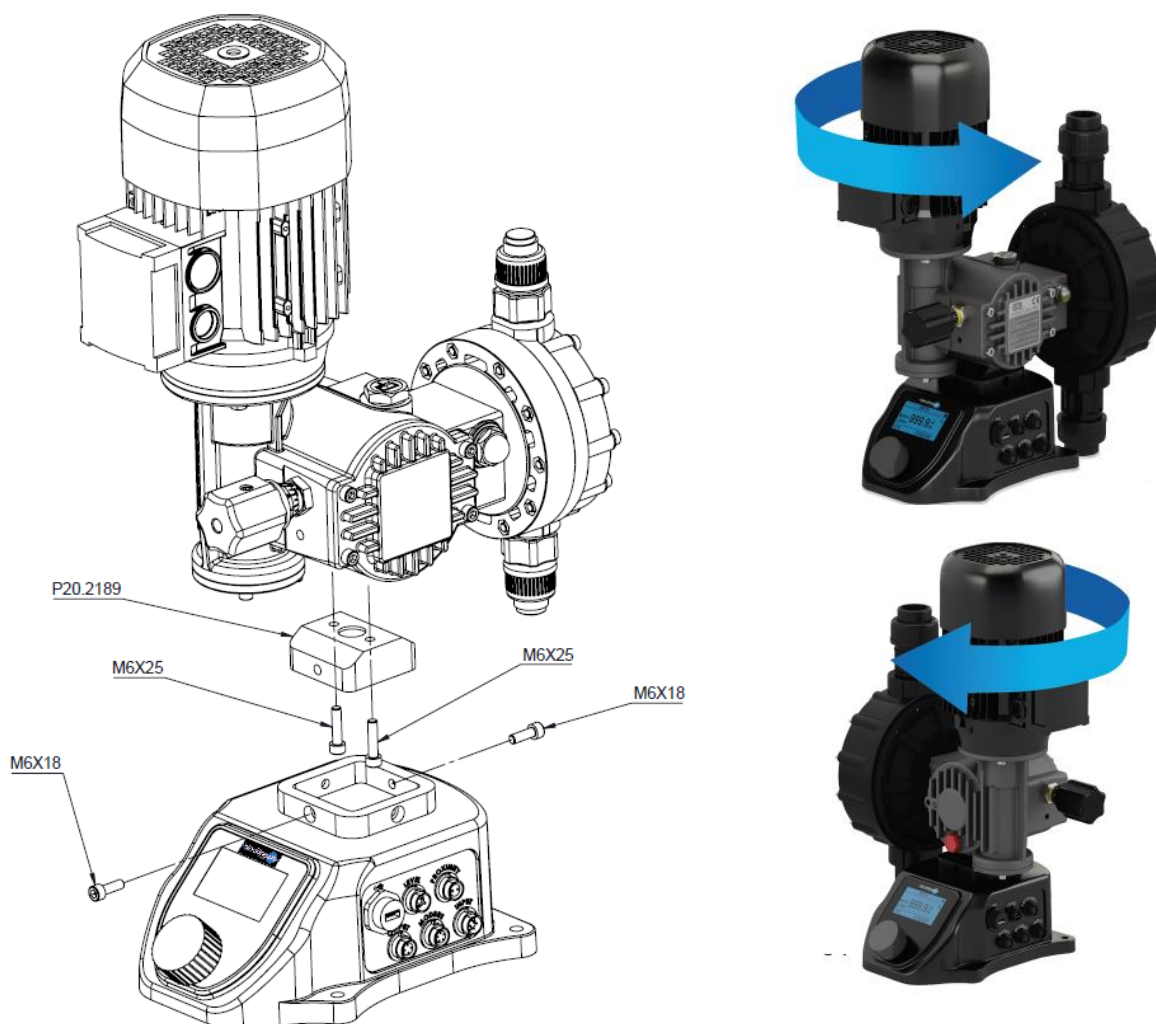

Рисунок 1. Установка «КИТ» (KIT)
Насосы Black Line 2.0, в исполнениях М и R, могут быть установлены на KIT-PRO, как показано на рисунке (Рисунок 1).
4. Выполните монтаж соединения P20.2189 (Рисунок 1) с помощью винтов M6x25.
5. Прикрепите KIT-PRO к соединению (Рисунок 1) с помощью прилагаемых винтов M6x18.